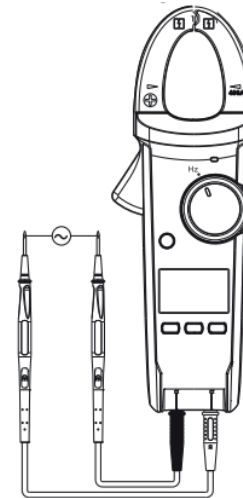

Рисунок 10
**9. Измерение частоты (рисунок 10)**